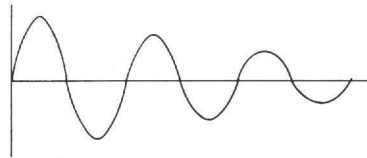

Abb. 143
Hat die Kondensatorladung ihre maximale Amplitude erreicht (3), beginnt wieder ein Spulenstrom zu fließen. Ein neues Magnetfeld baut sich auf, das zum Zeitpunkt 4 dem Magnetfeld zur Zeit 2 genau entgegengesetzt gerichtet ist. Wenn es am stärksten geworden ist (4), bricht es zusammen. Die magnetische Energie wird wieder in elektrische Energie umgewandelt und der Kondensator mit der gleichen Polarität wie in der Zeit von 0 bis 1 aufgeladen. Dieser Vorgang kann sich solange wiederholen, bis durch die ohmschen Widerstände (Verluste) der Spule die gesamte einmal in den Schwingkreis gesteckte Energie aufgebraucht ist. Die entstandene Schwingung ist also nicht von gleicher Amplitude, sondern sie wird nach einigen Perioden ständig kleiner, bis sie schließlich 0 wird. Man spricht deshalb von einer gedämpften Schwingung (Abb. 143). Aus diesem Grund genügt es also nicht, den Schwingkreis nur einmal anzustoßen, sondern er muß im richtigen Augenblick (Zeit 0—1, 4—5 usw.) ständig mit neuer Energie versorgt werden. Nur dann werden die Eigenverluste im Schwingkreis ausgeglichen, und man kann von einem „Schwingen“ der Schaltung sprechen.